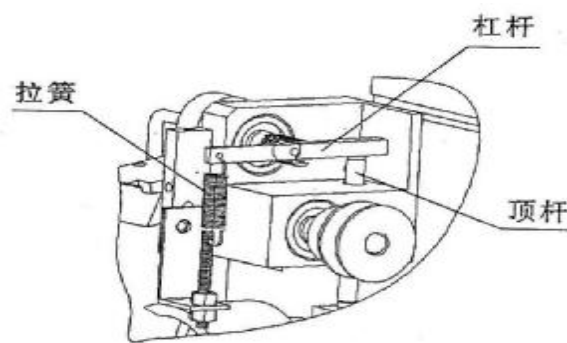

图 5-1
- A. 杠杆拉簧力量太大或太小；可适当调整滚轮压力（图 5-1）